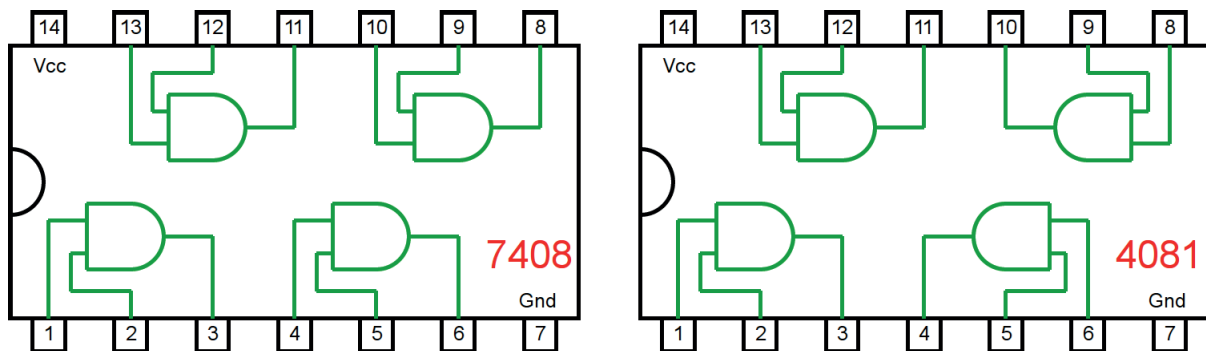

Figura 4.5 – Circuitos integrados TTL e CMOS.
- a) Coloque o circuito integrado (TTL e/ou CMOS da figura 4.5) na posição indicada.
- d) Conecte os fios verdes. Os fios verdes estão conectados ao terra e portanto fornecendo valor lógico (0) às entradas de todas as portas do CI.